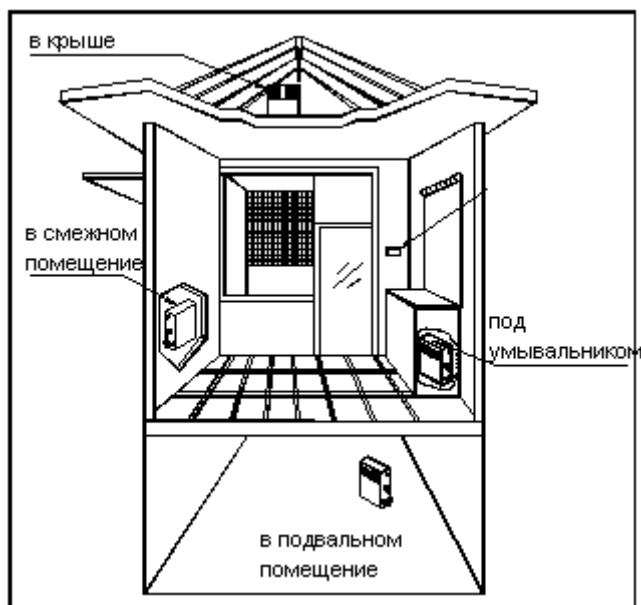

Рисунок 4 Места для установки
- Генератор должен быть установлен в сухом и хорошо проветриваемом помещении. Он может быть установлен либо на стене либо на полу, в любом случае оборудование должно быть хорошо закреплено (см. рисунок 4).